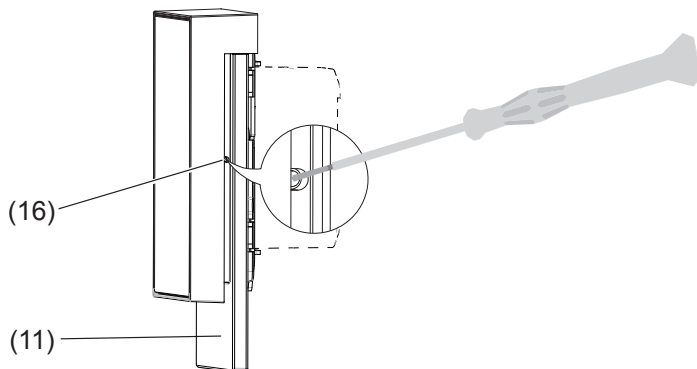

Figura 12: smontaggio
- Inserire un oggetto piatto, come ad es. un avvitatore per inserti di precisione o un cavo rigido, nell'apertura di smontaggio (16) tra la cornice design (11) e il display (figura 12). A tale scopo, premere con cautela la chiusura a scatto sull'anello di supporto (12) e sollevare leggermente l'apparecchio con cornice design.
- Premere leggermente verso l'interno gli elementi di fissaggio per la cornice design (15) ed estrarre la cornice design.